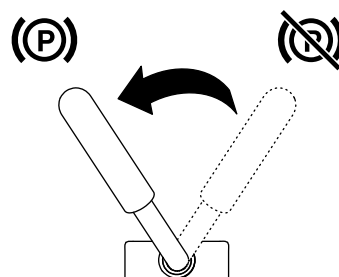

Рисунок 15
- Для включения стояночного тормоза переведите его рычаг влево (Рисунок 15).